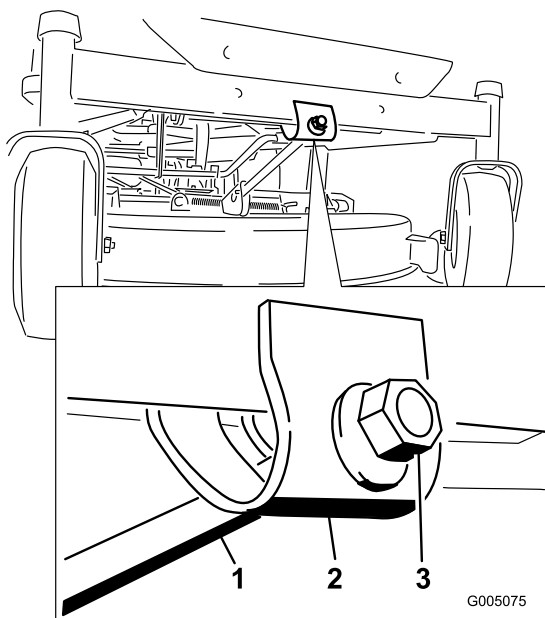

Figure 43
7. Pour régler l'inclinaison avant/arrière des lames, tournez l'écrou de réglage à l'avant du plateau de coupe (Figure 43).